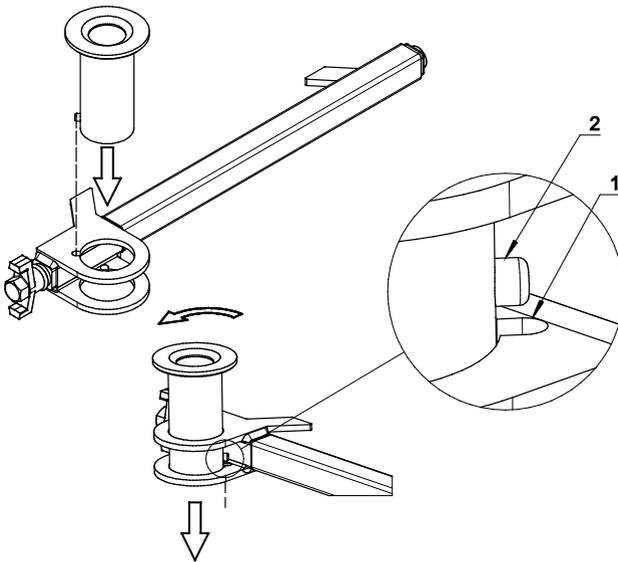

Abbildung 20. Anbringen der Stahlflanchaufnahme.
5. Befestigen Sie die Aufnahme an der unteren Stahlflanschswinge. Auf der Seite der Aufnahme befindet sich ein Bolzen, der in die Rillen an jeder Öse der Zwingen übergehen muss. Die Rillen in den Ösen sind nicht ausgerichtet. Daher muss die Aufnahme gedreht werden, damit sie durch beide Rillen durchgeht. Detailansicht siehe Abbildung 20.